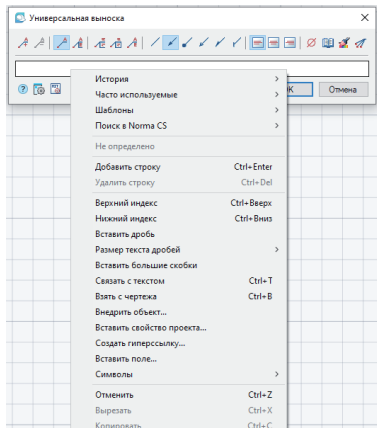
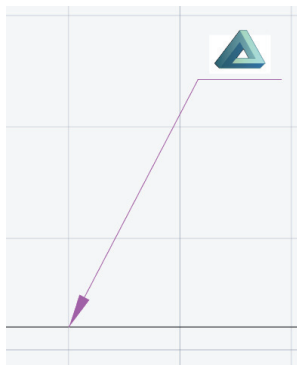

Рис. 15. Контекстное меню универсальной выноски
Рис. 16. Вид универсальной выноски с внедренным объектом
- Вызов контекстного меню в строке ввода символов (рис. 15) предоставляет пользователю еще ряд возможностей. К примеру, применяя команду *Внедрить объект*, можно использовать в выносках блоки любых фигур (рис. 16).